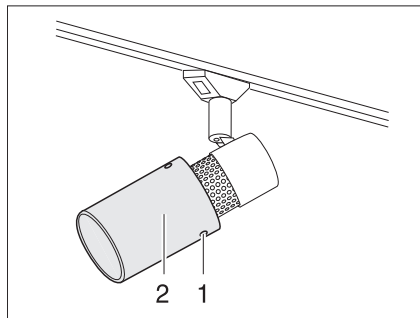

Fig. 171 Foco halógeno (desplazable)
- Soltar los tornillos de fijación (Fig. 171,1).
- Retirar la copa de la lámpara (Fig. 171,2) cuidadosamente de la sujeción.